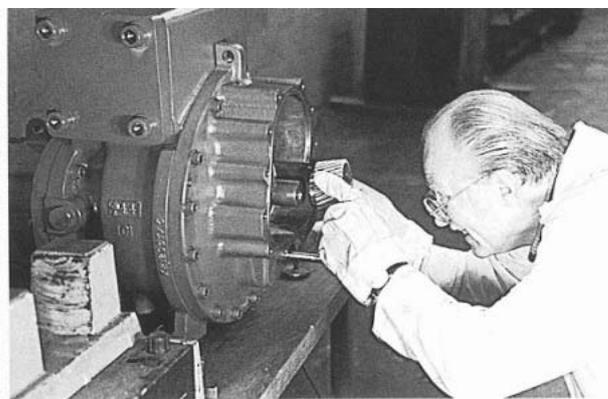

Рис. 151
39. Заново соберите втулку ведущей шестерни на вале ротора "папа", нанесите противозадирный состав и установите ведущую шестерню на вал. (Рис. 151)